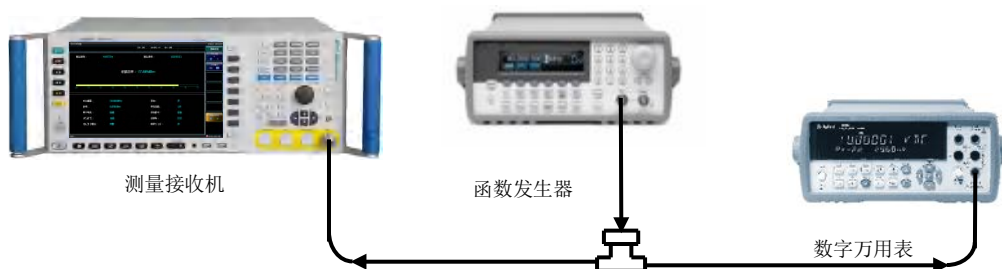

图 8.8 音频分析测试示意图
- 1) 按图 8.8 所示连接测量接收机和测试仪器, 函数发生器的输出经 T 型头接测量接收机的输入端口和数字万用表输入端口。